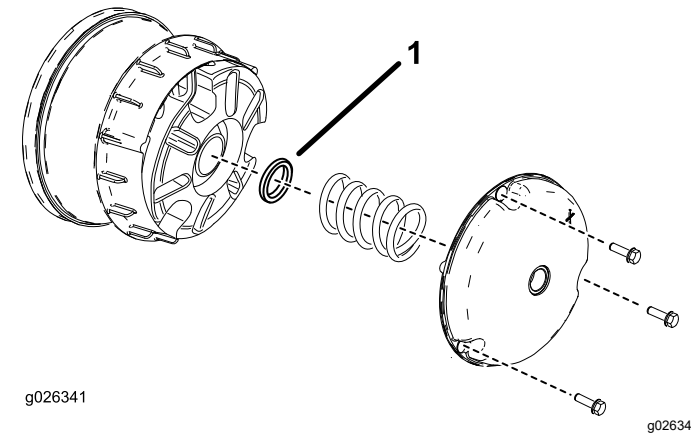

Figura 62
- 2. Rimuovete i bulloni che fissano il carter della frizione principale come illustrato in Figura 62.